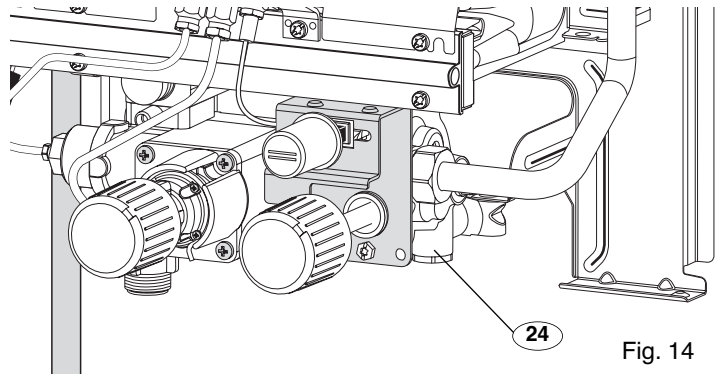

Fig. 14
- Dévisser le bouchon de purge (24) (fig. 14).